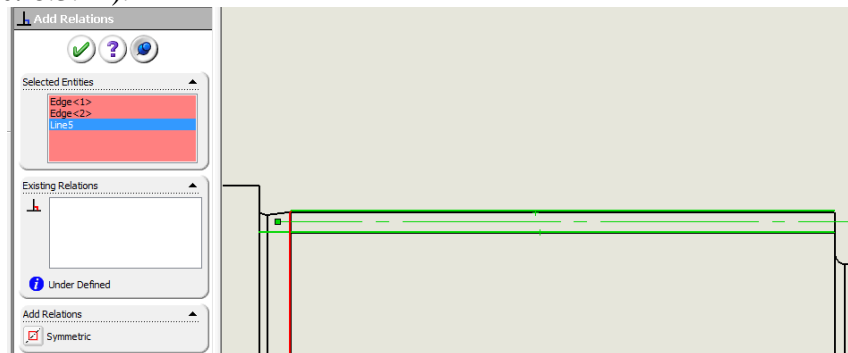

Рис. 8.3.12. Створення допоміжної лінії
8. Запустіть інструмент **ЛИНИЯ(Line)**, виберіть там в **МЕНЕДЖЕРЕ СВОЙСТВ** налаштування **ВСПОМОГАТЕЛЬНАЯ ГЕОМЕТРИЯ** і проведіть лінію між двома верхніми лініями, що позначають головку і ніжку зуба. Далі за допомогою взаємозв'язку  **Symmetric** **СИММЕТРИЧНОСТЬ (Symmetric)** розташуйте осьову лінію симетрично відносно вказаних ліній (рис. 8.3.12).